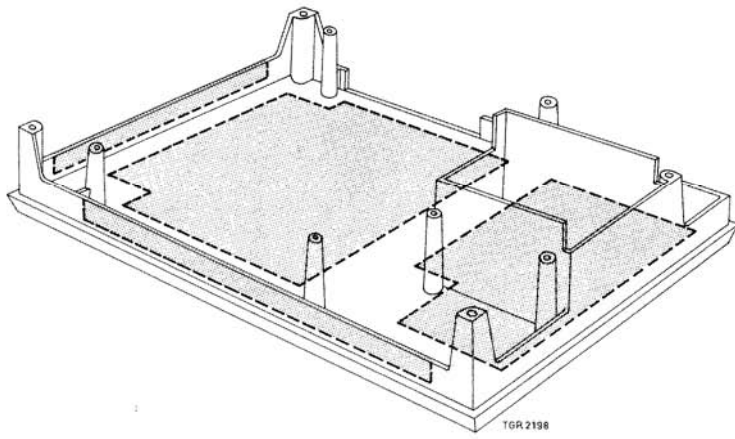

Fig. 3
- Verwijder de bovenste kasthelft pos. 220.
- Verwijder het houten raam pos. 221.
- Draai de 4 schroeven pos. 106, 140, 151 en 177 los.
P.S. Wanneer men het apparaat in uitgekaste toestand wil laten spelen (dit is vaak nodig om het defect op te sporen) moet het chassis met voedingseenheid en eindtrap in een reparatiemal geplaatst worden. Deze mal is gemakkelijk te maken door bev. uit een bodem pos. 222 (4822 443 50143) grote delen te verwijderen (zie fig. 3).
Fig. 3 a